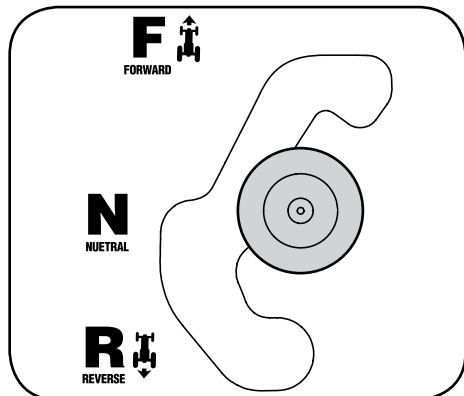

Figura 3-2
A alavanca de mudança está localizada do lado esquerdo do para-lamas e tem três posições: À FRENTE (F), NEUTRO (N) (ponto morto) e RÉ (R). O pedal de freio deve estar pressionado e o trator não pode estar em movimento ao se mover a alavanca de mudança. Veja Figura 3-2.